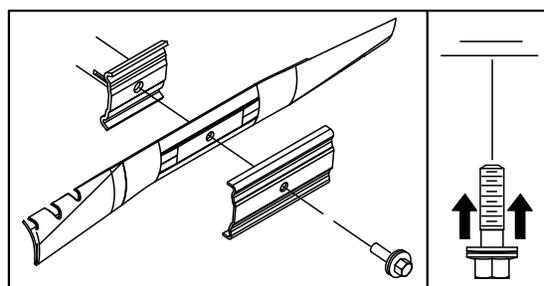

Figura 30
5. Montate la lama nuova (ruotate il bullone della lama in senso orario) e tutti gli elementi di fissaggio (Figura 30).